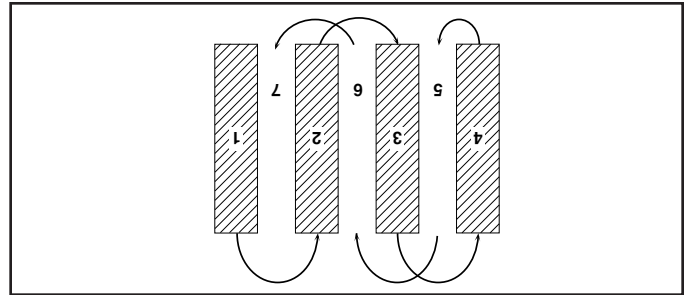

Fig. 14
- Vous trouverez le labourage beaucoup plus facile si vous laissez un sillon non bêché entre les passes. En ce temps- la retourner entre le rang de labourage (Voir la Fig. 14). Il y a deux raisons pour faire ceci. Premièrement, des virages larges sont beaucoup plus faciles à prendre que faire des demi-tours. Deuxièmement, la motobineuse ne vous entrai- nera pas vers le rang bêché qui est le plus proche.